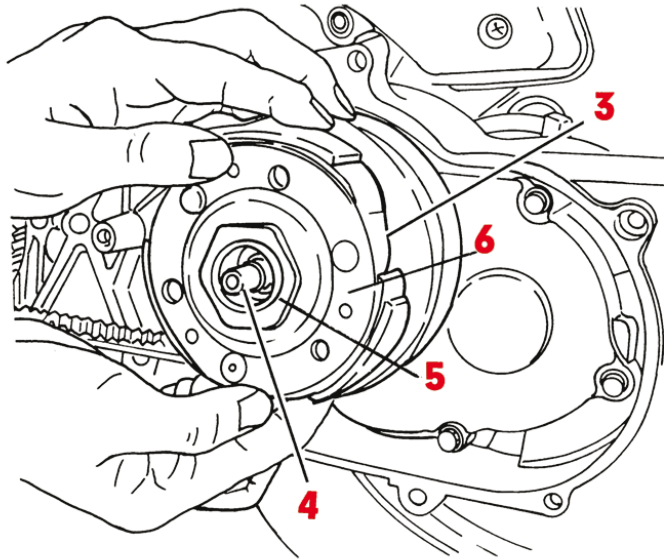

**Fig.1**
- Dévissez l'écrou **2** de la cloche d'embrayage **1** (Fig. 1). Faites très attention, car si le scooter n'est arrêté que depuis quelques minutes la cloche d'embrayage risque d'être à une température élevée.
- Lösen Sie Schraube **2** vom Kupplungskorb **1**, wie in **Fig. 1** gezeigt. Vorsicht, falls der Scooter gelaufen ist, kann die Kupplung sehr heiß sein.
- Destornillar la tuerca **2** de la campana de embrague **1** como se indica en la **Fig.1**, prestar atención a que si el scooter se ha parado hace pocos minutos la campana de embrague puede estar a una temperatura elevada.